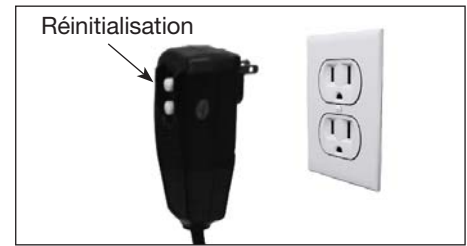

Figure 9 - Prise de terre/bouton de réinitialisation
6. Branchez le cordon d'alimentation dans une prise de courant de 120 volts mise à la terre qui est sur un circuit réservé. Ne pas utiliser de rallonges. Enfoncez le bouton de réinitialisation sur l'adaptateur de fiche à disjoncteur de fuite à la terre. Vous devez faire cela chaque fois que l'appareil est branché dans une prise. (Figure 9)